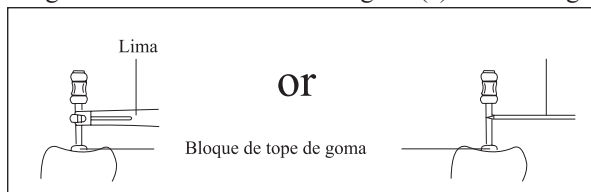

Imagen 9
4.5.6 Cuando la lima llegue al ápice, ajuste la pieza de goma de la lima endo al punto de referencia (borde de incisión o borde de fosa), luego extraiga la lima endo, mida la longitud entre la parte superior de la lima y la pieza de goma, y esta es la longitud de trabajo del diente. También se puede utilizar con la sonda táctil en lugar del clip de lima, cuando no sea conveniente medir los dientes posteriores. [Imagen 9]